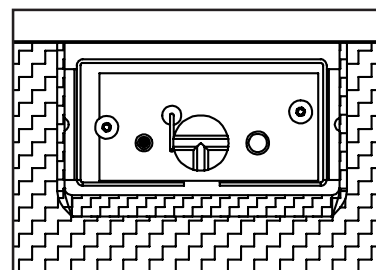

Figure 14. Assemblage de l'allumeur à côté du brûleur.
8. Réinstallez le brûleur, le plateau, le support en verre et la porte en verre. Reportez-vous également à la section Installation secondaire - Retrait du revêtement et du plateau de brûleur Firebox. Lors de la réinstallation du brûleur, assurez-vous que la relation entre le brûleur et la hotte est similaire à celle illustrée à la figure 14.